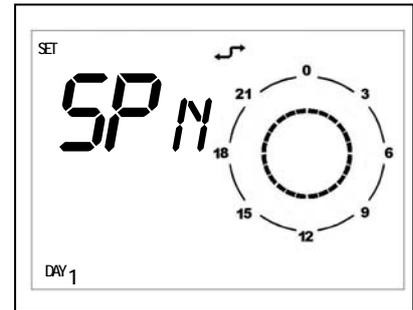

Figura 20
- Sul display a sinistra comparirà la scritta **SP n** dove **n** indica il numero del set point giornaliero (Figura 20) selezionabile attraverso i tasti **UPLEV** e **DOWNLEV**.